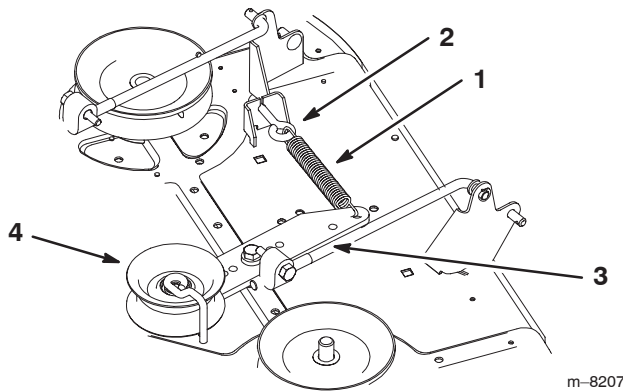

Bild 38
- Haken Sie die Feder vom Spannscheibenarm in die Halterung am Mähwerk aus (Fig. 38).